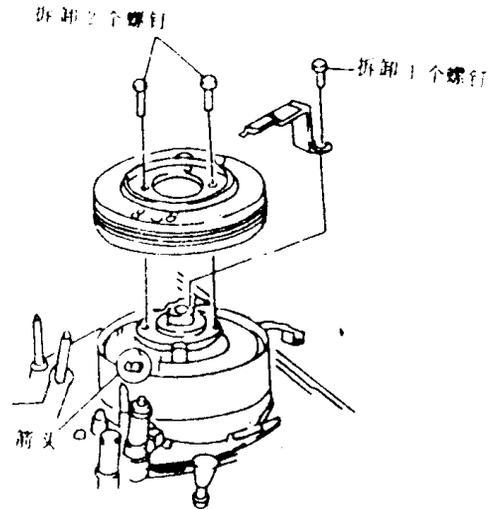

图 1-22
②拆卸固定电刷的 1 个螺钉, 如图 1-22 所示。
③拆卸固定视频磁头的 2 个螺钉而拉出视频磁头。